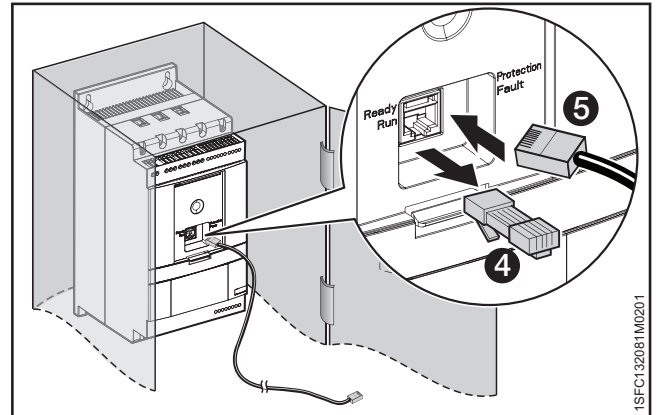

图 4.10
3. 取下 RJ45 插头，请参阅 ④。将网络电缆的一端连接到软起动器前面的网络端口，如图 4.10 中的 ⑤ 所示。